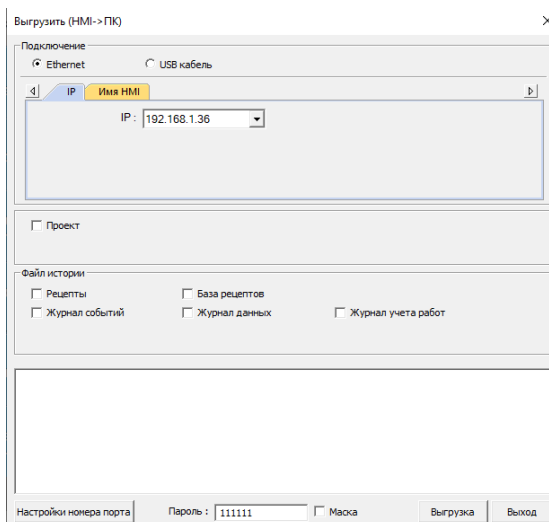

Рисунок 6.3 – Окно «Выгрузить (НМИ->ПК)» ПО Utility Manger
4. В окне «Загрузка/Выгрузка» нажать на кнопку «Выгрузка». В окне «Выгрузить (HMI->ПК)» (рисунок 6.3) выбрать способ подключения к БС – с использованием Ethernet-кабеля или USB-кабеля.